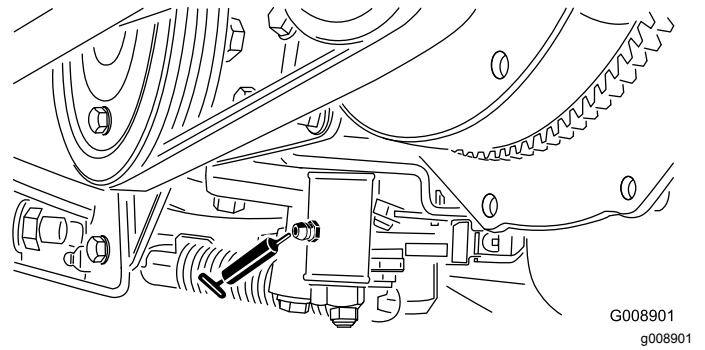

Figure 56
- Mécanisme de réglage du point mort (Figure 56)